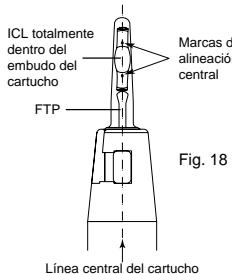

Fig. 18
- Inspeccione la orientación de la lente bajo el microscopio quirúrgico. El cilindro transparente del cartucho permite identificar las marcas centrales situadas a cada lado de la zona óptica de la lente. Estas marcas deben ser visibles en la posición de las 12 en punto y estar en alineación recta hasta la parte inferior del eje del cartucho. (Si la alineación o la orientación no son correctas, la ICL o TICL puede quedar retorcida, lo que exigiría inyectarla en la bandeja del cartucho y volver a repetir todo el proceso de carga). (Fig. 18)